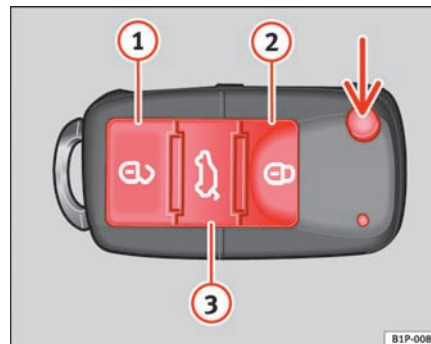

Fig. 65 Batterikontrollampe i nøglen med fjernbetjening
Hvis batterikontrollampen i nøglen med fjernbetjening $\Rightarrow$ fig. 65 ikke blinker, når du trykker på knapperne, skal batteriet udskiftes hurtigst muligt.
- Klap nøglen ud ved at trykke på knappen ⇒ side 97, fig. 65 (pil). ▶